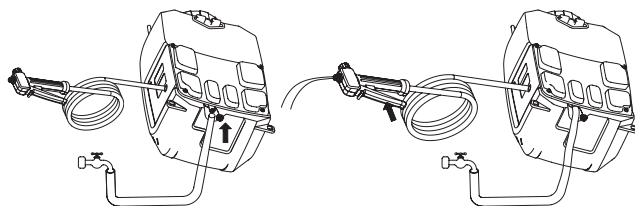

Figura 16
5. Abra a torneira lentamente e pressione a alavanca para liberar o fluxo de água e limpar qualquer sujeira ou detrito na bomba. Consulte a Figura 16.